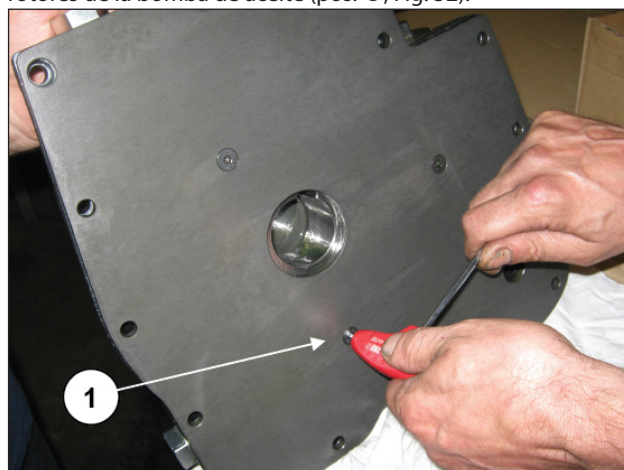
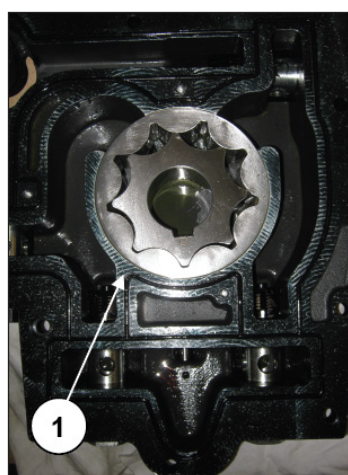

Fig. 51
Fig. 52
A continuación se describe la secuencia correcta de desmontaje de la bomba de aceite. Desmontar la placa trasera del cuerpo de la bomba de aceite aflojando los tres tornillos M6 (pos. ①, Fig. 51) para poder acceder y desmontar los rotores de la bomba de aceite (pos. ①, Fig. 52).